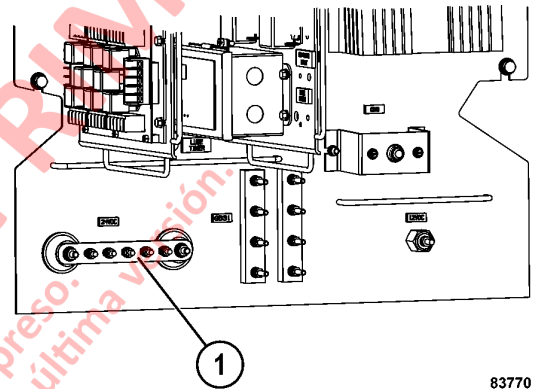

FIGURA 3-14. GABINETE DE CONTROL AUXILIAR
- b. Conecte un conductor del arnés de cableado especial a la terminal de 24 VDC de la barra colectora (1, Figura 3-14), en la pared lateral izquierda del gabinete de control auxiliar para la alimentación del suministro de 24 V.